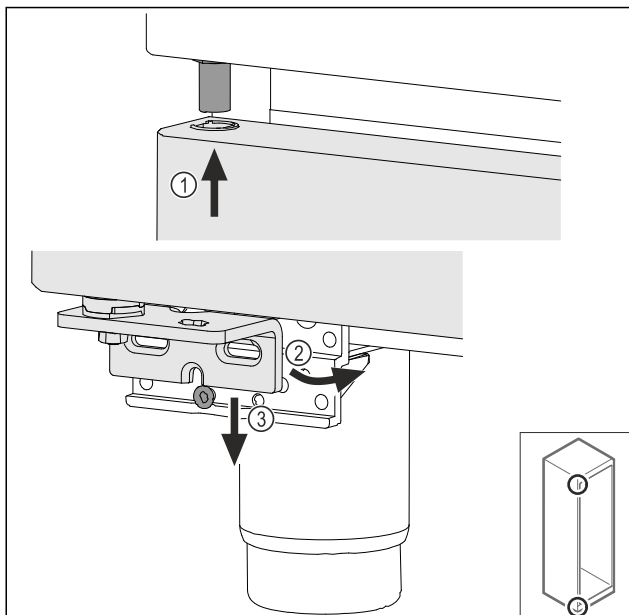

Fig. 74
- ▶ Naviňte hore zľahka naklonené dvere Fig. 74 (1), rovno vyrovnajte dvere Fig. 74 (2) a nasadte ich dole na skrutku ložiskovej konzoly Fig. 74 (3).